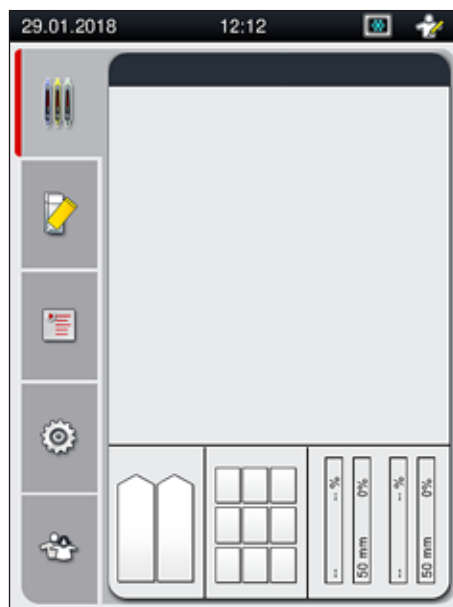

Fig. 12
7. Etter fullført initialiseringsfase vises hovedmenyen (→ Fig. 12) på skjermbildet.